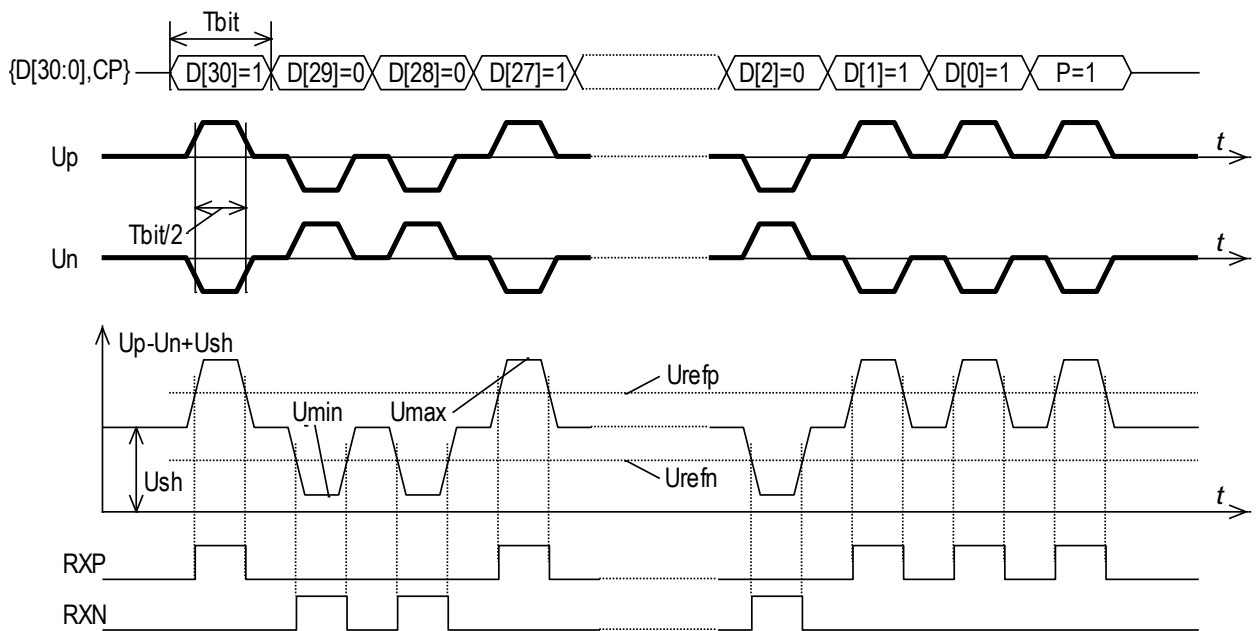

Рис.1. Пример диаграмм сигналов стандарта ARINC 429
Стандарт ARINC-429, разработанный фирмой ARINC, предназначен для межсистемного обмена информацией в коммерческих и транспортных самолётах (в России это ГОСТ-18977-79). Скорость передачи 12.5, 50 или 100 кбит/сек. Соединительные провода — экранированные витые пары. На одной шине (витой паре) может быть только один передатчик и не более 20 приемников. Передатчик всегда активен, он либо передаёт слова данных или выдаёт "пустой" уровень (0 В). Размер "слова" составляет 32 бита. Бит 32 — контроль четности (дополнение до нечетного числа единиц). Код — биполярный самосинхронизирующийся, с возвратом к нулю (RZ). Логической единице соответствует положительный импульс, а логическому нулю — отрицательный импульс. Длительность импульса равна половине интервала следования (длительности бита). Импульсы должны иметь пологие фронты примерно 0.1-0.3 от длительности импульса. Пример фрагмента временных диаграмм сигналов шины стандарта ARINC 429 приведен на рис.1.